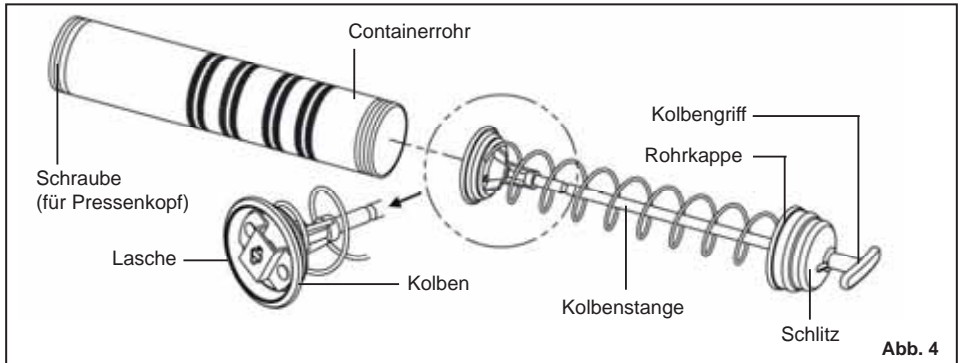

Abb. 4
1. Lösen und entfernen Sie die Rohrkappe vom Containerrohr, wie in Abb.4 dargestellt.